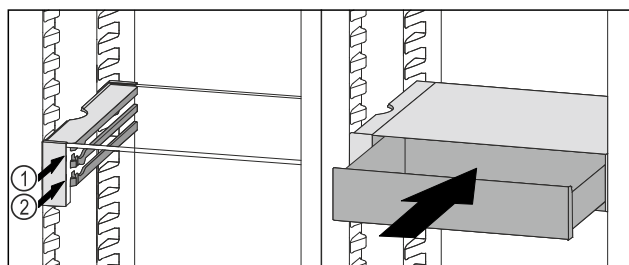

Fig. 121
- ▶ Nasad'te zásuvku VarioSafe za zářezky na požadovaném žebro Fig. 121 (1) nebo Fig. 121 (2).